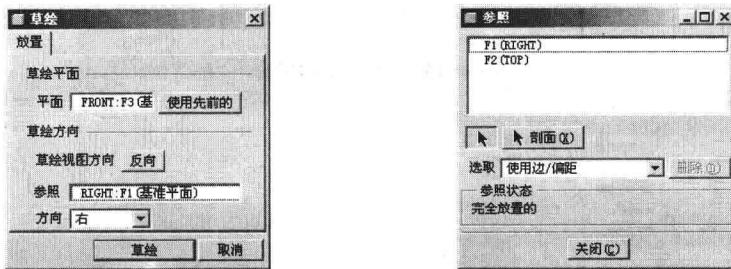

图 1-14 选择草图平面和草绘参照
- 2 在弹出的“草绘”对话框中选择草绘平面和草绘方向参照，单击“草绘”按钮后，在“参照”对话框中选择草绘参照，如图 1-14 所示，单击“关闭”按钮。